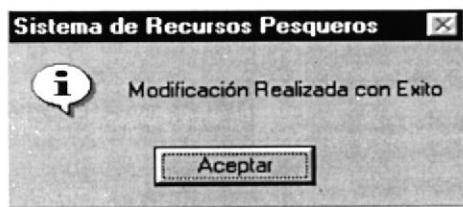

Figura 10.60 Mensaje de Modificación
4. Si se ha realizado una modificación se mostrará el siguiente mensaje (ver figura 10.60).